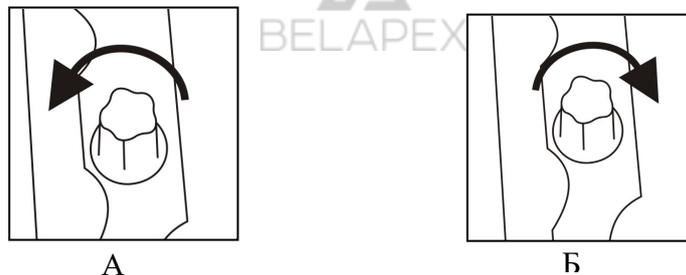

Рисунок 4 – Регулировка воздушного клапана весов.
3.1.3 Ослабьте воздушный клапан, расположенный на основании весов, вращая его против часовой стрелки (см. рис. 4А).
3.2.2 При взвешивании воздушный клапан необходимо ослабить, вращая его против часовой стрелки (см. рис. 4А).
3.2.3 При влажной чистке весов воздушный клапан необходимо полностью закрутить по часовой стрелке (см. рис. 4Б).